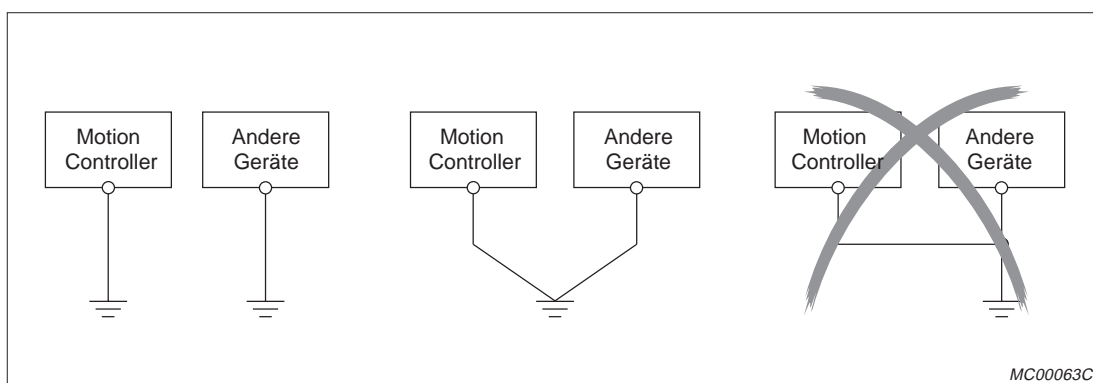

Abb. 3-12: Anschluss der Erdung
- Der Motion Controller sollte nach Möglichkeit unabhängig von anderen Geräten geerdet werden (siehe Abb. 3-12 links). Die Erdung erfolgt nach Klasse 3 (Erdungswiderstand max. 100 Ω)